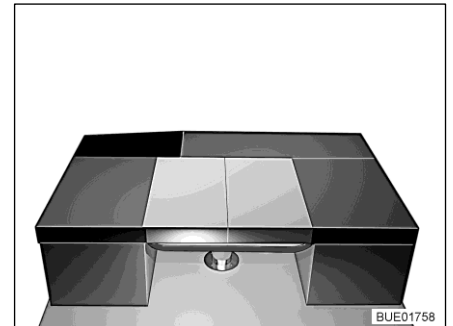

Fig. 167 Après la transformation
- Placer le coussin de dossier de la banquette latérale en long sur la table (voir Fig. 167).